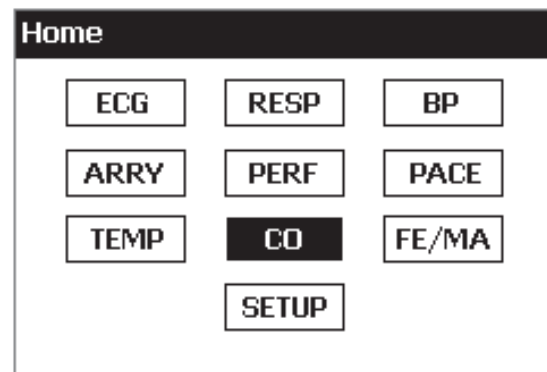

图 6. 主屏幕 - 心脏测量功能
1. 按导航按钮高亮显示一个功能。图 6 所示是高亮显示的心输出量。